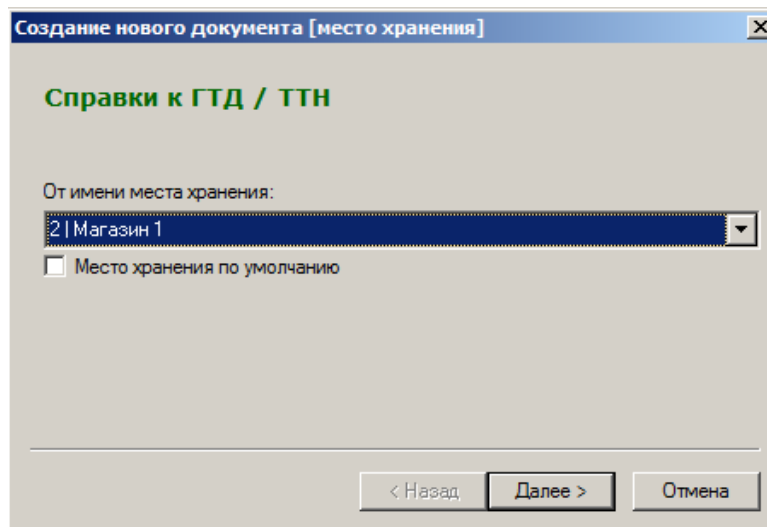

Рисунок 129 – Создание справки к ГТД/ТТН (1)
2. Указывается место хранения, которое можно выбрать из списка или указать, что справка выписывается от имени места хранения, указанного по умолчанию (Рисунок 129):